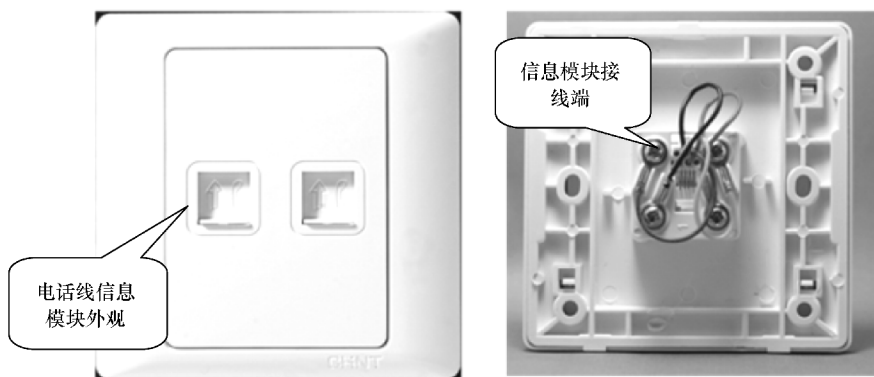

图 6-26 电话线信息模块
2) 如图6-26所示为电话线信息模块,该模块采用与支路电话线的接线端子进行连接的方法。